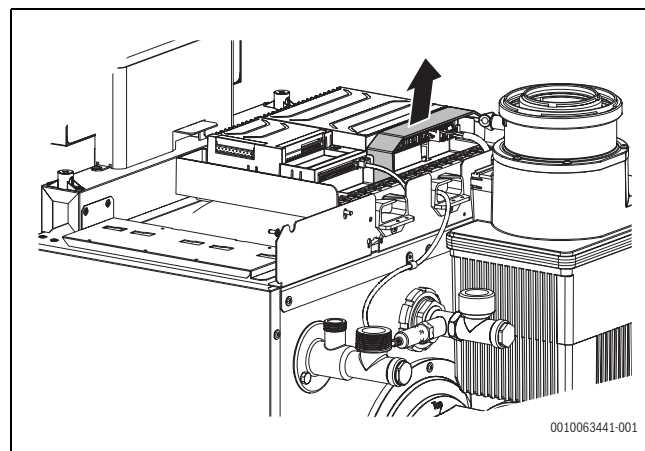

Bild 37 Schutzabdeckung der Anschlüsse
- Gegebenenfalls Schutzabdeckung abnehmen (→ Bild 37).